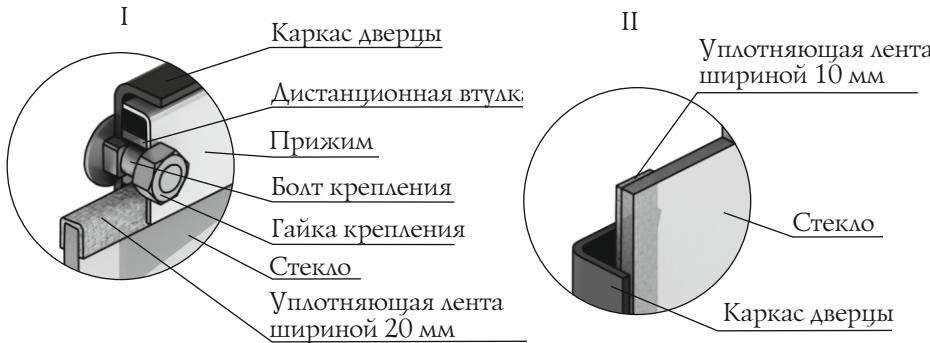

Рисунок 17. Крепление светорассеивающего экрана дверцы модели «Витра»
- Возьмите новое стекло, если на нем нет уплотняющих лент, наклейте их: лента шириной 20 мм наклеивается сверху и снизу стекла «П»-образно (рисунок 17.I), лента шириной 10 мм наклеивается вертикально, вдоль боковых сторон стекла (рисунок 17.II).
- Вставить стекло в упор, при этом лента наклеенная с боковых сторон (вертикальная) должна быть зажата между стеклом и каркасом дверцы (рисунок 17.II).
**ВНИМАНИЕ!** Гайки крепящие прижим накручиваются на болты крепления через дистанционные втулки (рисунок 17.I).
- Открутите две гайки, фиксирующие прижим (рисунок 17.I), и демонтируйте его и дистанционные втулки.